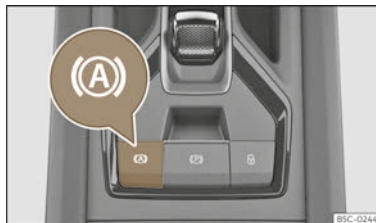

Abb. 157 Im unteren Bereich der Mittelkonsole: Funktionstaste Auto Hold.
(A) Die Kontrollleuchte der Taste (A) >>> (Abb. 157) leuchtet dauerhaft, während die Funktion Auto Hold eingeschaltet ist.